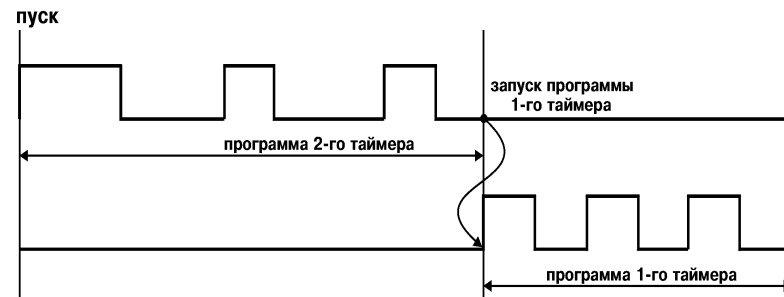

Рис. 19
3.1.7.6. При «rEst»=5 (установка возможна только при значениях «Inp»=1, 2 или 3) запуск или перезапуск таймера 1 происходит после окончания выполнения программы таймера 2 (рис. 19).